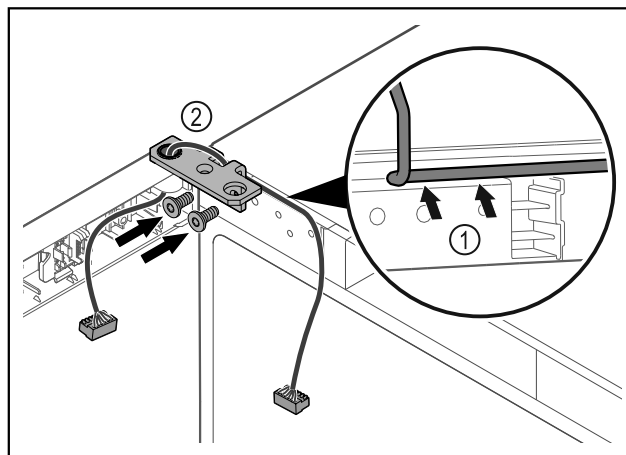

Fig. 65
- Pasar el cable por la escotadura de la escuadra de bisagra y tenderlo con cuidado Fig. 65 (1).
- Atornillar la escuadra de bisagra Fig. 65 (2).